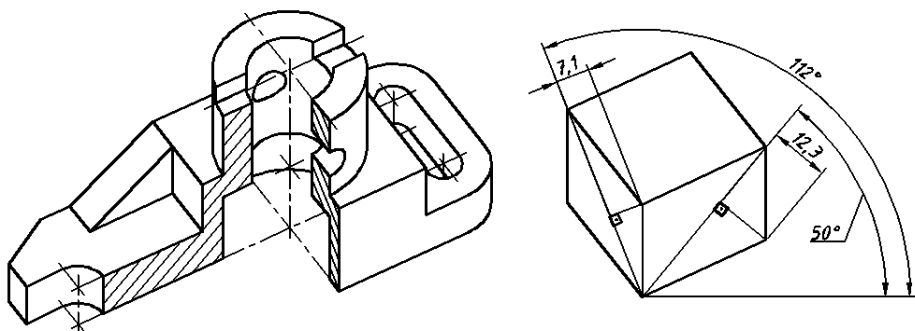

Рис. 60
- ◆ Оформляем изображение аксонометрии (рис. 60).